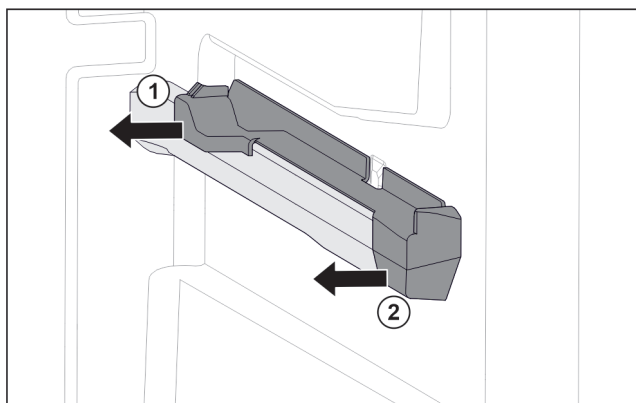

Fig. 146 Natični nastavek na desnemu nastavku za posodo
- ▶ Natični nastavek zadaj izvlecite vstran. Fig. 146 (1)
- ▶ Natični nastavek spredaj izvlecite vstran. Fig. 146 (2)